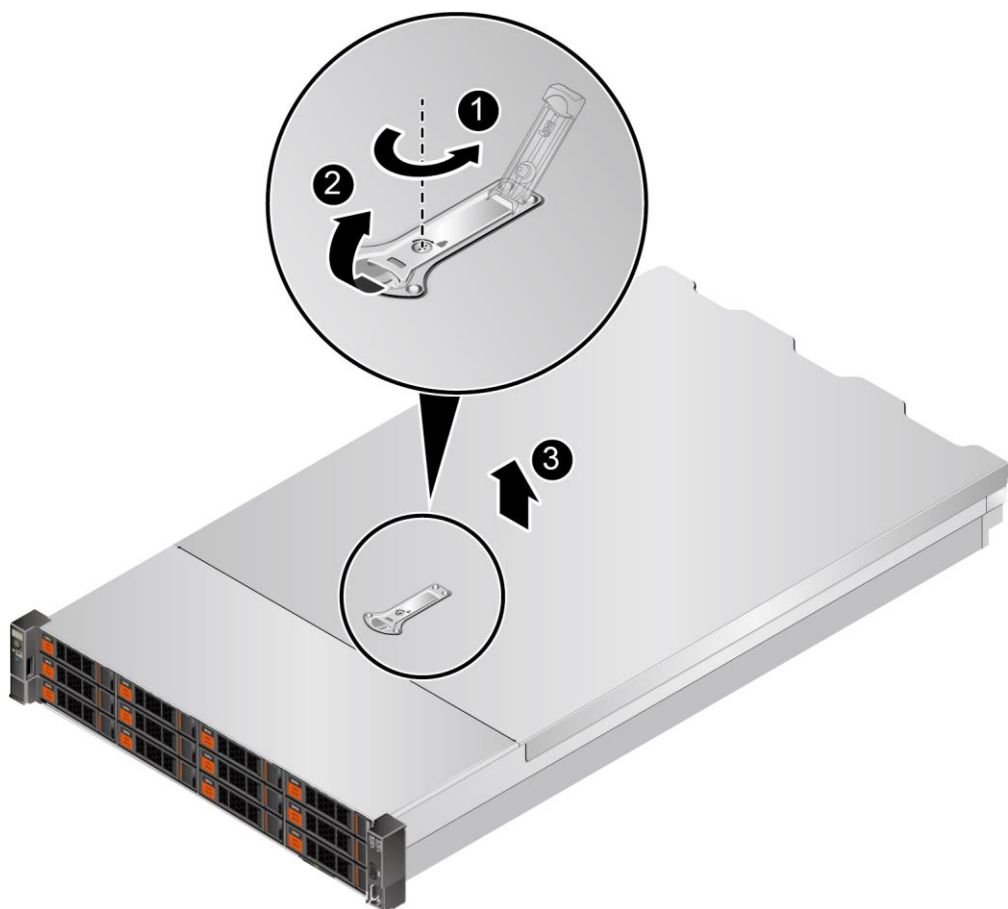

图 3-12 拆卸机箱盖
5. 使用一字螺丝刀，拧开机箱盖固定扳手的锁扣，如图 3-12 中①所示。
6. 打开机箱盖扳手，向后推开机箱盖，如图 3-12 中②所示。
7. 向上拆卸机箱盖，如图 3-12 中③所示。